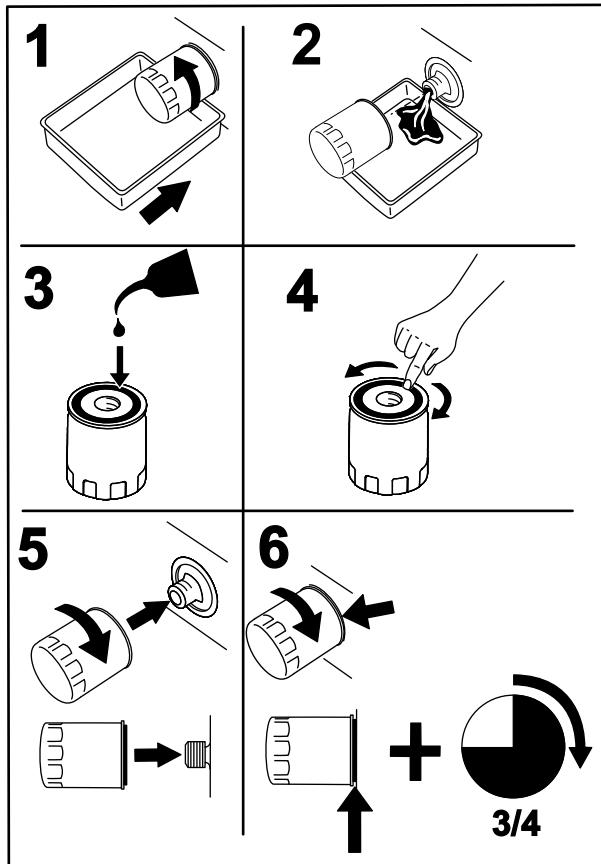

Figura 47
- Sustituya el filtro de aceite del motor (Figura 47).